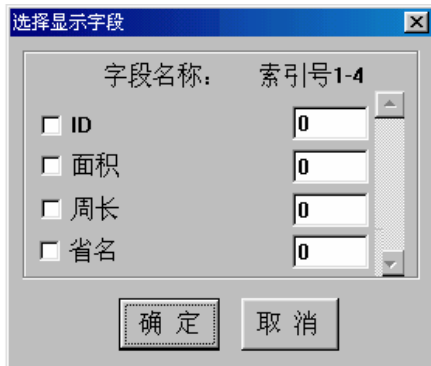

图 9-18 选择要插入块区的字段
- ⑤ 块区内插入串：编辑完块区后，就可开始插入数据了。选择建索引菜单下的“块内插入串”，系统会弹出一个打开文件对话框，让用户输入属性数据所对应的文件；再此我们以 China.wp 为例。打开 China.wp 后，系统会弹出如图 9-18 所示的字段选择对话框：